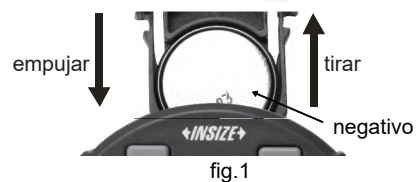

fig. 1
1. Instale y retire la pila (CR2032), el lado negativo de la pila debe quedar hacia fuera (fig. 1).